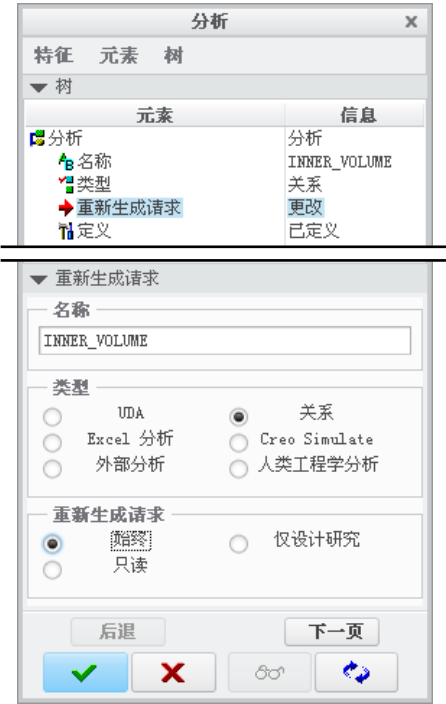

图 11.2.28 “分析”对话框（一）
- (1) 单击 **分析** 功能选项卡 **管理** 区域中的“分析”按钮 。
- (2) 在图 11.2.28 所示的“分析”对话框中，进行如下操作：